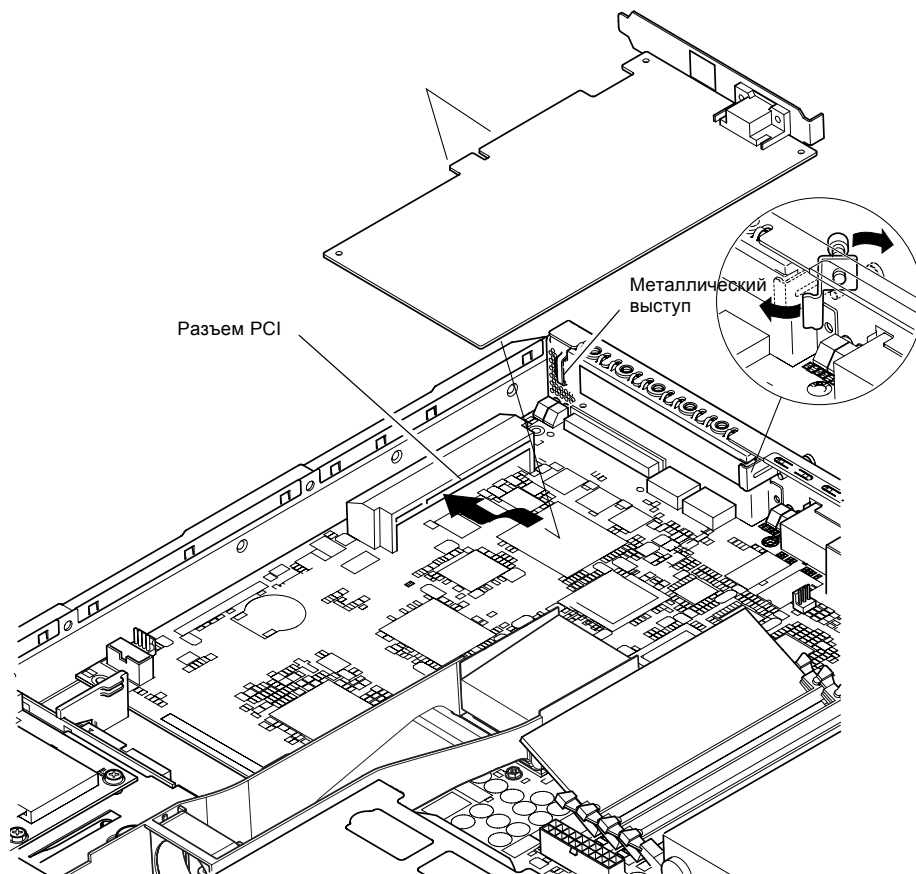

РИС. 4-7 Поворотный кронштейн и расположение платы PCI
3. **Ослабьте винт, удерживающий монтажный кронштейн платы PCI (см. РИС. 4-7).**
Поверните кронштейн на 90° (см. РИС. 4-7). При этом освобождается вставка в разьеме PCI. Удалите вставку.
5. Плотно вставьте плату PCI в разъем PCI так, чтобы планка платы заняла правильное положение относительно задней панели корпуса (см. РИС. 4-7). Скошенный конец планки должен войти в специальный металлический выступ в корпусе сервера (см. РИС. 4-7).
7. Установите в исходное положение и затяните поворотный кронштейн (см. РИС. 4-7) для закрепления платы PCI в корпусе сервера.
2. Ослабьте винт, удерживающий монтажный кронштейн платы PCI (см. РИС. 4-7).
Поверните кронштейн на 90° (см. РИС. 4-7).
6. Поставьте на место вставку разъема PCI (на задней панели корпуса) и затяните фиксирующий винт, который удерживает поворотный кронштейн (см. РИС. 4-7).